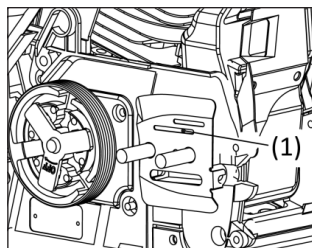

Рис. 16.2
2. Отверстие подачи масла (рис. 16.2).
Разберите направляющую шину и проверьте отверстие подачи масла (поз. 1 рис. 16.2) на отсутствие закупорки.